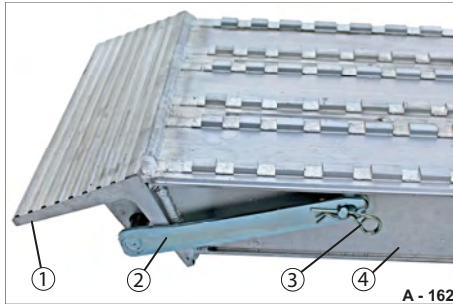

Abb. 173 Sicherungshebel öffnen
- ▶ Ziehen Sie den Federstecker (Abb. 173/3) aus dem Haltebolzen (Abb. 173/2) heraus. Der Sicherungshebel wird freigegeben.